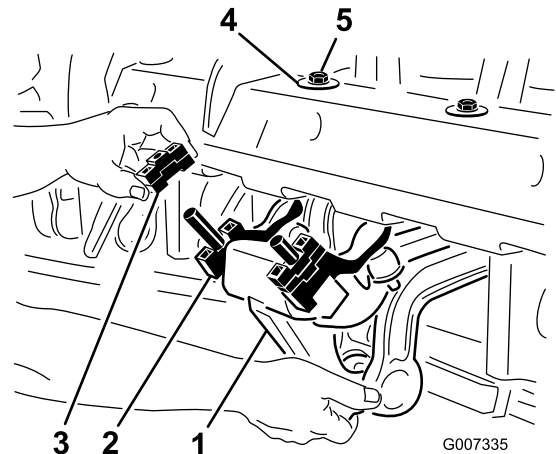

図 25
1. ロタリンクダンパ・アセンブリをコアリングヘッドのフレームの下側に固定している2個のロックナット 1/2インチを外す 図 25。
2. ダンパ・アセンブリを下げてスペーサが見えるようにする 図 25。
4. ロタリンクダンパ・アセンブリをコアリングヘッドのフレームに元通りに取り付ける。D形ワッシャを 図 25 のようにコアリングヘッドに取り付けるのを忘れないこと。ロックナット2個を固定する。